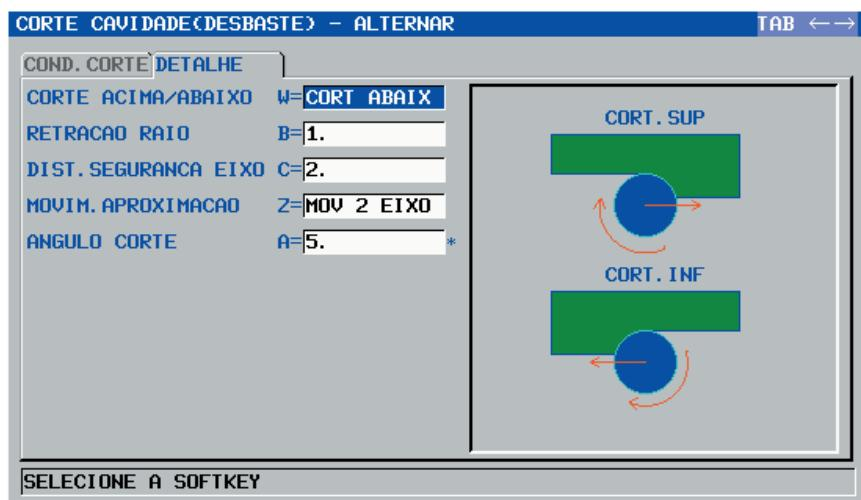

Figura 22 - Janela “DETALHE” - Ciclo de Cavidade
- Preencher os campos conforme a figura 22